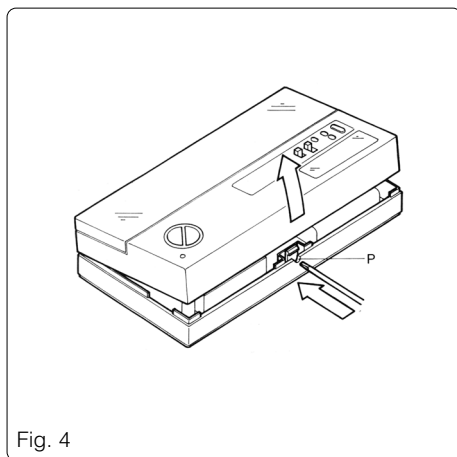

Fig. 4
Aprire l'apparecchio premendo con un piccolo cacciavite attraverso il foro **P** (fig. 4).
13.1 - Premere con un piccolo cacciavite attraverso il foro P (fig. 4) ed aprire l'apparecchio.